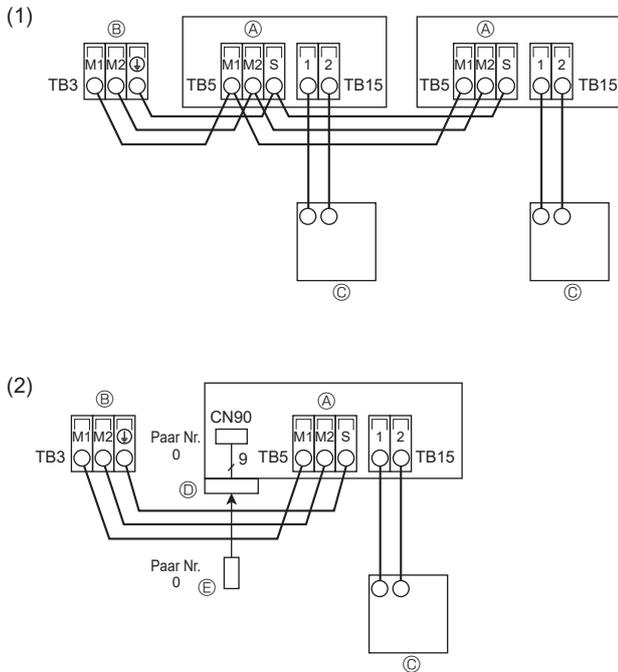

Abb. 6-3
6.4. Anschluß der Fernbedienungs-, Innen- und Außenübertragungskabel (Abb. 6-3)